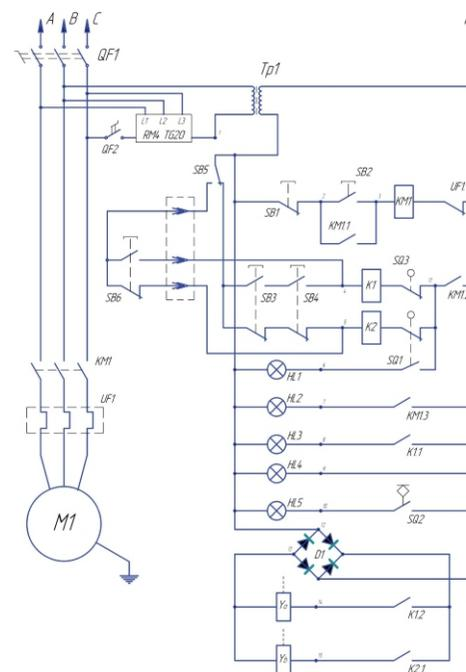

Рис.3. Электрическая схема прессы
8.3. Подключить пресс к электросети при помощи кабеля сечением 4 кв.мм согласно электросхеме рис.3.
Электрическая схема прессы представлена на рис. 3.